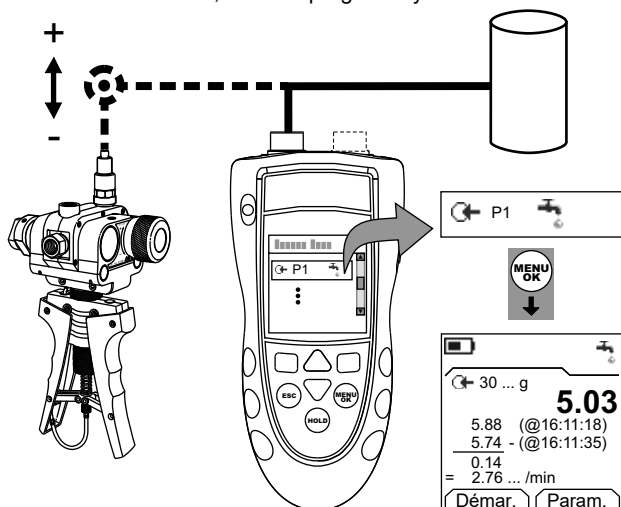

Figure 3 : Exemple de configuration - Test de fuite
1. Raccorder l'instrument (Figure 3) et, si nécessaire, régler la *Configuration* (Tableau 1).